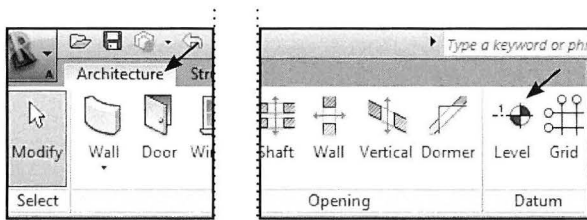

Fig. 04.13. Levels findes under fanebladet Architecture.
- Klik på Architecture - Level (Fig. 04.13)
- Klik på *Architecture - Level* (Fig. 04.13).